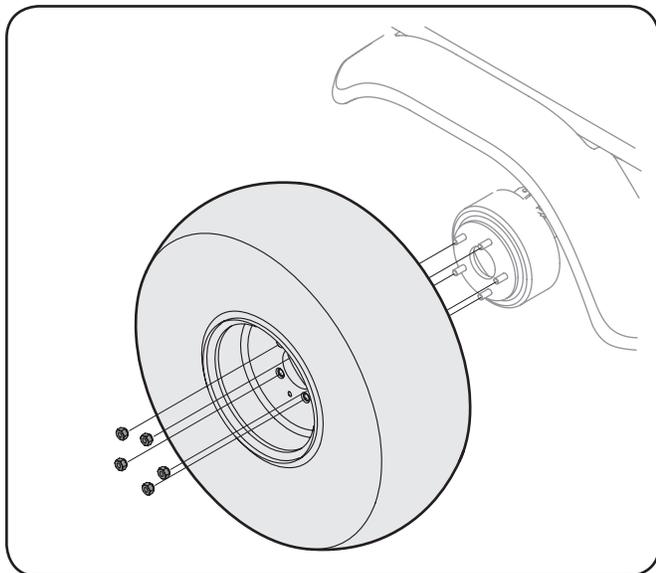

Figure 6-3
3. Desserrez les cinq écrous de roue du moyeu, mais ne les enlevez pas. Voir Figure 6-3.